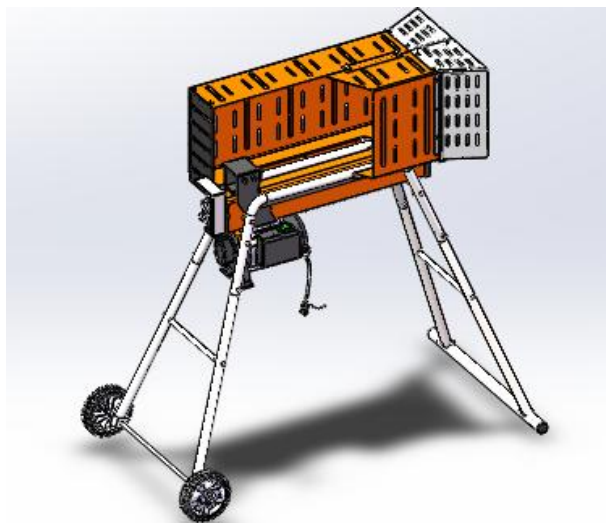

fig.8
3. Connecter le capot arrière, le carter de protection et la plaque de support avec le boulon M8x16 et l'écrou M8. (Fig. 8)